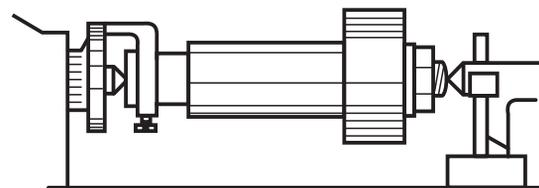

Fig. 5
b) Trace una línea en la periferie de la rueda desplazando el gramil por debajo de 1 mm; haga la misma operación en el otro extremo. (Fig. 5).